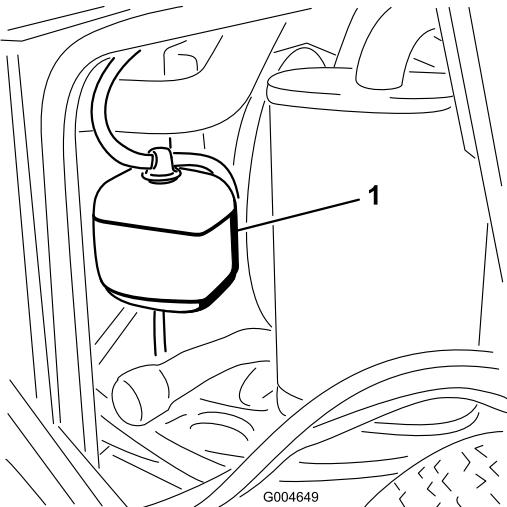

Figure 65
- Vérifiez le niveau du liquide de refroidissement dans le vase d'expansion (Figure 65). Il doit se situer entre les repères qui figurent sur le côté du réservoir.